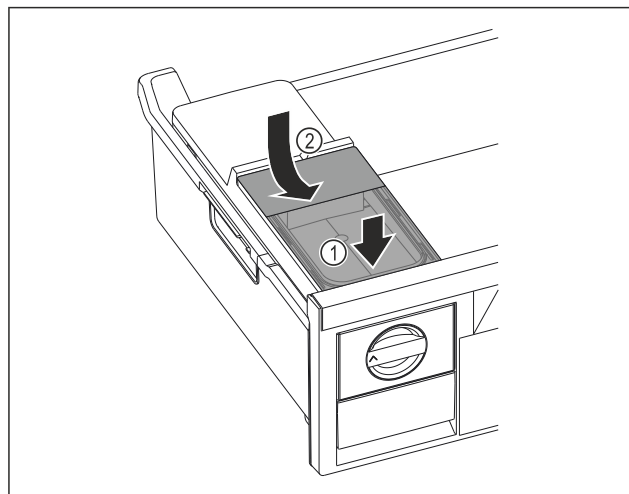

Fig. 72
- ▶ Nasadte vpředu nádržku na vodu Fig. 72 (1)
- ▶ Spusťte nádržku na vodu vzadu dolů Fig. 72 (2)